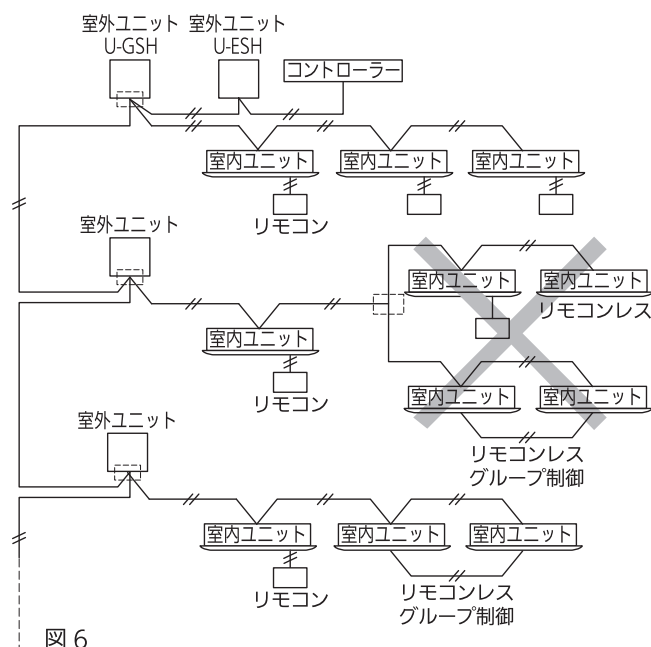

図6
⑥ 分岐後の分岐（一筆書きでない箇所の分岐）は禁止です。（図6）